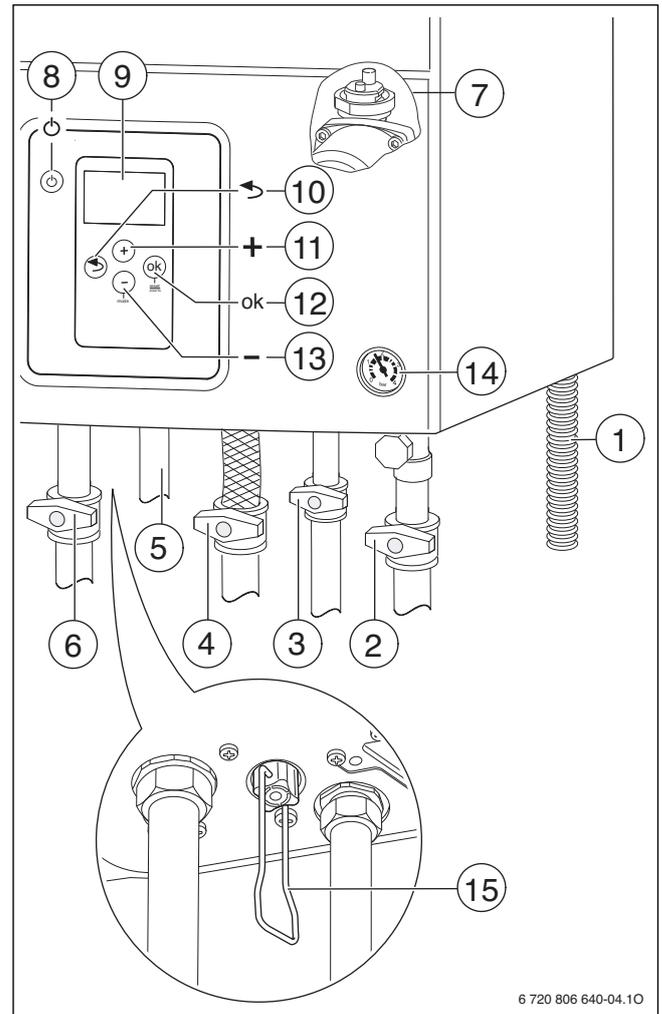

Рис. 25
- ▶ Откройте автоматический воздушный клапан (оставьте открытым) (→ рис. 25, [7], стр. 19).
- ▶ Откройте кран холодной воды (→ рис. 25, [3]).
- ▶ Откройте краны подающей и обратной линий отопления (→ рис. 25, [6] и [2], стр. 19).
- ▶ Откройте газовый кран (→ рис. 25, [4]).